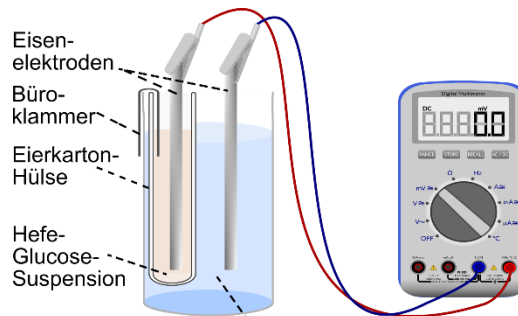

Abb. 2
- b) Bauen Sie die Anordnung gemäß Abb. 2 zunächst trocken auf.